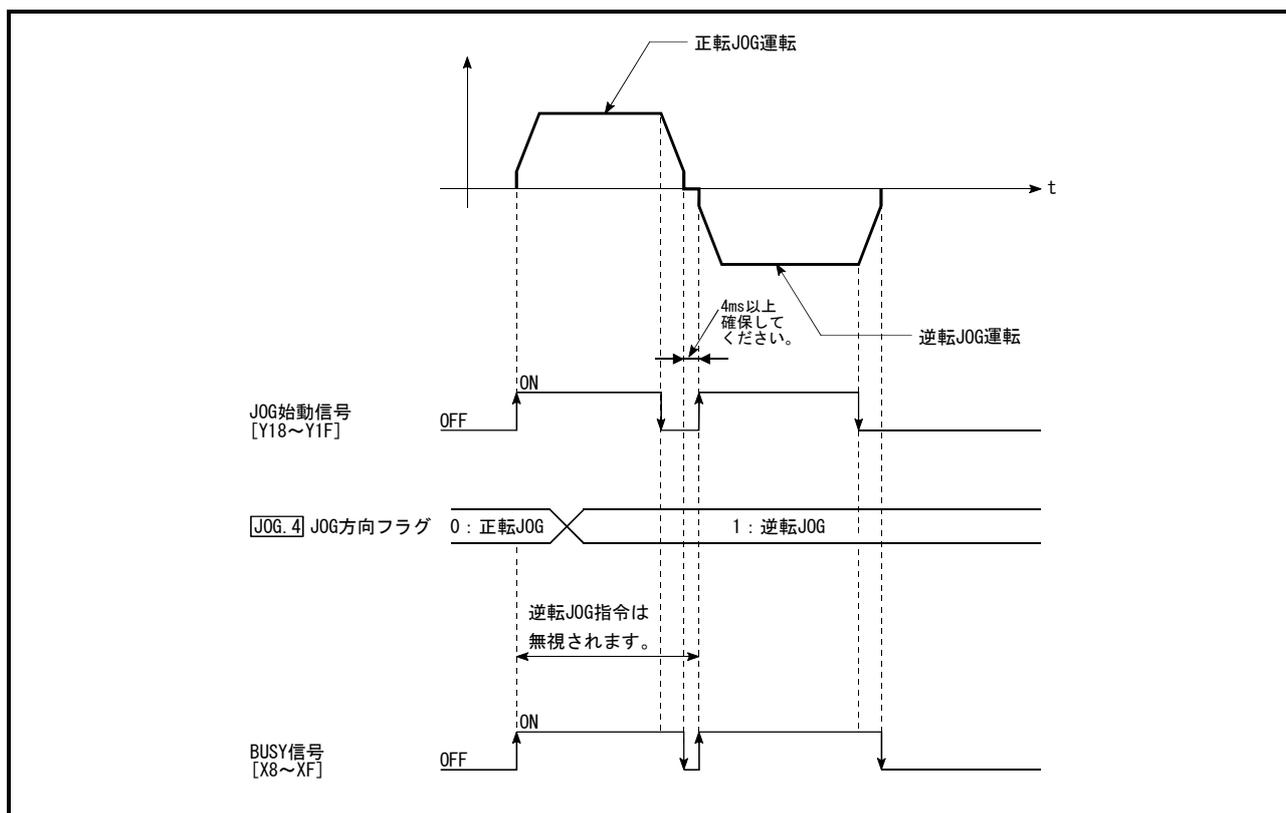

図10.3 正転JOG運転中にJOG方向フラグを逆転JOG指令にした場合の動作
- ・ 正転、逆転の切換え時、JOG始動信号のOFF→ON時間は、4ms以上確保してください。(図10.3参照)
- (3) 「JOG始動信号」ON→OFFによる減速中に再度、「JOG始動信号」がONされた場合